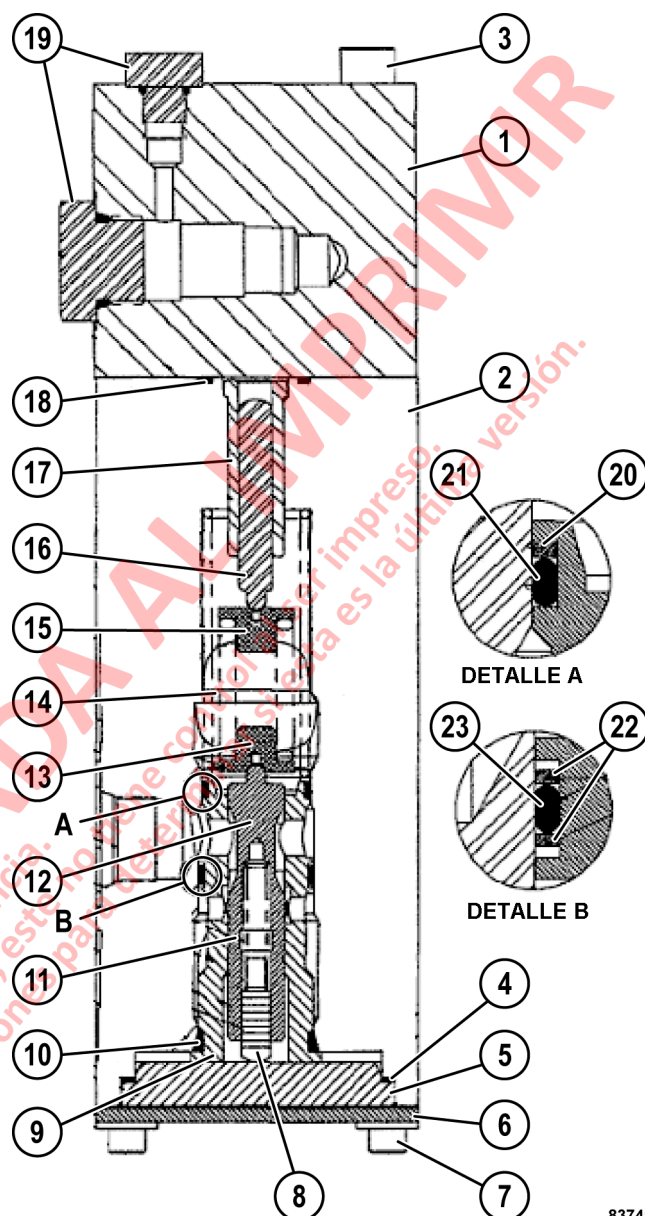

FIGURA 3-10. VÁLVULA DE RELÉ DUAL
2. Utilice un plumón para marcar el cuerpo del múltiple (1, Figura 3-10) y el cuerpo de la válvula (2) para asegurar su correcto montaje.
2. Aplique una leve capa de aceite hidráulico de tipo C-4 a los émbolos (16, Figura 3-10) e insérteles en las camisas (17). Las camisas deben deslizarse suave y libremente en las cavidades para camisas. Si no lo hacen o si hay un aparente desgaste excesivo, reemplace la camisa y el émbolo.
3. Aplique una leve capa de aceite a los carretes (12) e insérteles en las camisas (9). Los carretes deben deslizarse suave y libremente en las cavidades para camisas. Si no lo hacen o si hay un aparente desgaste excesivo, reemplace la camisa y el carrete.
1. Instale las camisas (17, Figura 3-10) en las cavidades en la parte superior del cuerpo de la válvula (2).
2. Instale los émbolos (16) en las camisas, como se muestra en la Figura 3-10.
3. Aplique una capa de aceite a las juntas tóricas (18) y póngalas en las ranuras de la parte superior del cuerpo de la válvula.
4. Ubique el cuerpo del múltiple (1) en el cuerpo de la válvula (2) alineando las marcas hechas durante el desarme.
5. Asegure el múltiple al cuerpo de la válvula con dos pernos (20). Apriete los pernos solo con las manos.
6. Realice un ensamble previo del asiento superior del resorte (15), el resorte (14) y el asiento inferior del resorte (13). Inserte el conjunto en la cavidad desde el fondo de la válvula. Asegúrese de que el asiento superior de resorte está ubicado contra el émbolo (16). Repita para la otra cavidad.
7. Instale el sello de la empaquetadura de la camisa (10). Consulte los Detalles "A" y "B" en la Figura 3-10 e instale las juntas tóricas (22) y (24) y los anillos de respaldo (21) y (23) en las ranuras de la camisa (9).
8. Aplique una capa ligera de aceite en los sellos de la camisa. Empuje cuidadosamente las camisas (9) en sus respectivas cavidades en el cuerpo de la válvula hasta que la pestaña en la base de cada camisa haga contacto con el cuerpo de la válvula.
9. Realice un ensamblaje previo del carrete del regulador (12), como se indica a continuación:
- a. Inserte los resortes del carrete (11) en la cavidad del carrete.
- b. Inserte los émbolos de reacción (8) en las cavidades y los resortes del carrete.
11. Instale la empaquetadura del tapón de retención de la camisa (4) en el cuerpo de la válvula.
12. Compruebe que los asientos del resorte (13) y (15) estén correctamente situados en los resortes del regulador (14) y que el émbolo de reacción (8) se desliza suavemente en su cavidad. Instale el tapón de retención (5) en el orificio rebajado del cuerpo de la válvula.
13. Ubique el retén de la camisa (6) en el cuerpo de la válvula. Instale los cuatro pernos y las arandelas (7). Apriete los pernos en forma pareja para asentar correctamente el tapón (5) en el orificio rebajado. Apriete los pernos a un torque final de **16 - 17 N·m (140 - 150 in-lb)**.
14. Apriete los dos pernos (3) que sostienen el cuerpo del múltiple (1) al cuerpo de la válvula (2) a **20 - 21 N·m (180 - 190 in-lb)**.
15. Instale los tapones (19) en los puertos del cuerpo del múltiple. Apriete los tapones más grandes a **31 - 34 N·m (275 - 300 in-lb)**. Apriete los tapones pequeños (instalados en los puertos "TC1" y "TC2") a **10 - 11 N·m (90 - 100 in-lb)**.